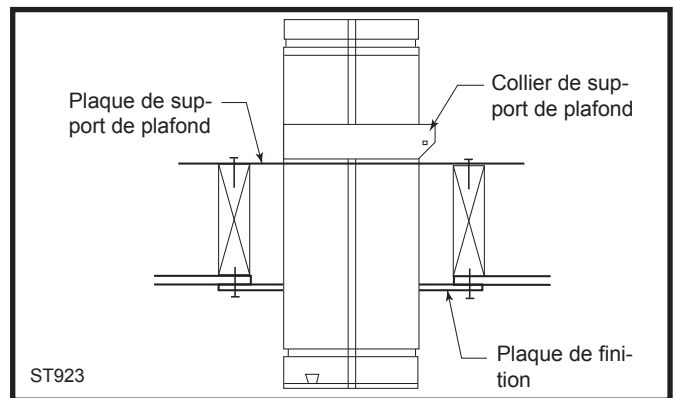

Fig. 35 Support de plafond.
Installez-le en vissant la plaque de support sur le dessus des montants de l'ouverture prévue à cet effet avec les vis fournies. Une plaque de finition (TP) ronde doit être fixée au plafond en utilisant les vis fournies afin d'améliorer la finition. (Fig. 35)
Appliquez un cordon de mastic autour de l'extrémité inférieure de l'amorçe de conduit intérieur (se trouvant dans le sac avec le jeu de bûches) et fixez-la au poêle. Appliquez un cordon de mastic autour de l'extrémité supérieure de l'amorçe de conduit et installez le coupe-tirage Z31D00 FSDHAG conformément aux instructions de montage correspondantes. (Fig. 35)